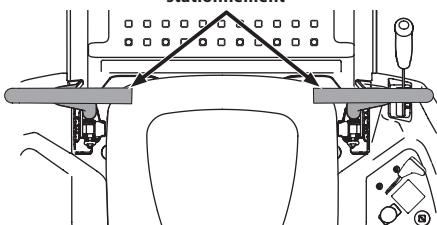

Figure 21
- L'opérateur doit être assis sur le siège du tracteur avec les leviers de contrôle de la barre abdominale complètement sortie et en position de stationnement. Consultez la Figure 21. Reportez-vous à la rubrique Consignes de sécurité pour obtenir de plus amples directives.